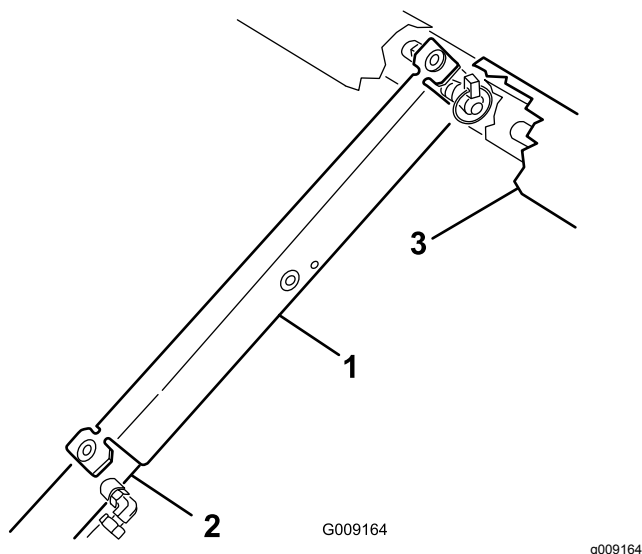

Figure 79
8. Poussez la béquille de sécurité sur la tige du vérin et appuyez bien les pattes d'extrémités contre l'extrémité du corps du vérin et l'extrémité de la tige du vérin (Figure 79).